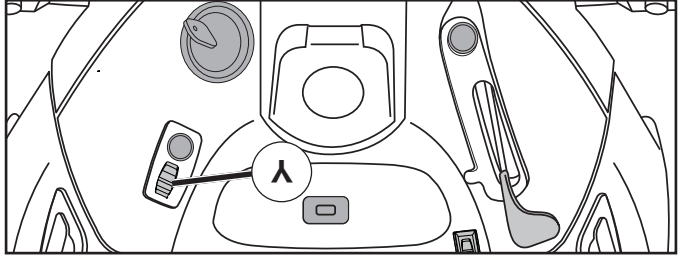

Fig. 8
CÓMO USAR EL CONTROL DEL CIERRE DIFERENCIAL (Y) (Ver la Fig. 8)